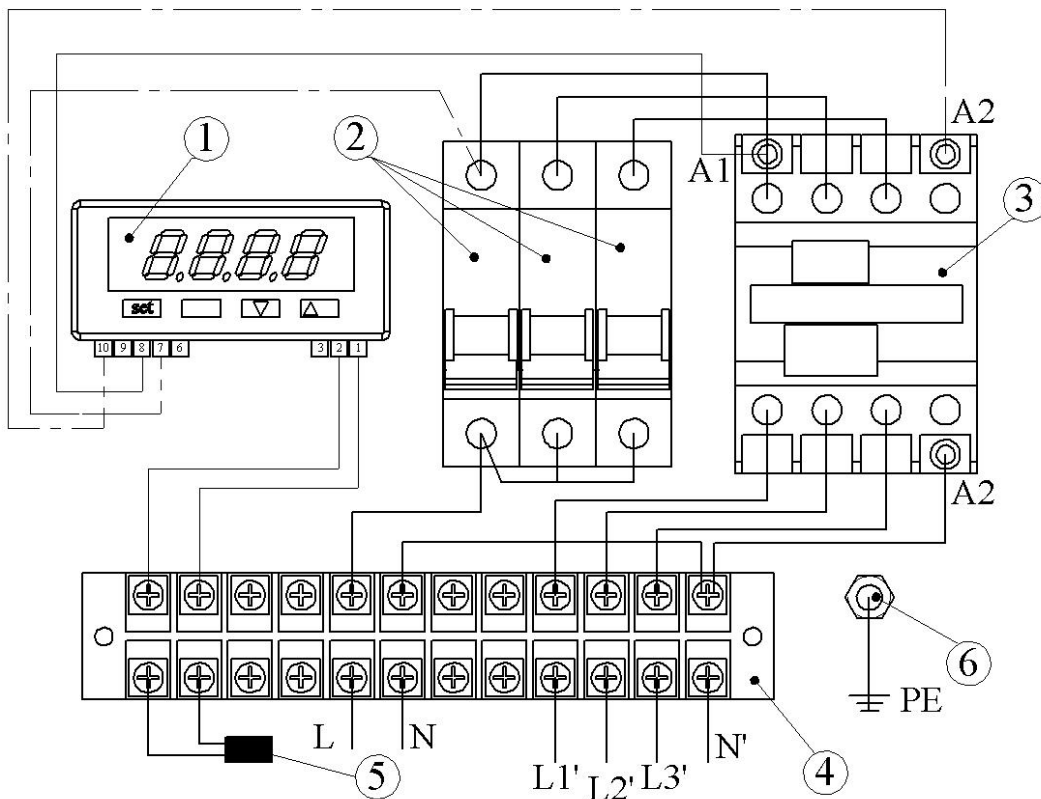

Рис. 2 Схема подключения панели управления ПУЭ-6 к однофазной сети переменного тока
1. Открутить саморезы и снять крышку отсека коммутации (см. рис.2). При снятии крышки отсека коммутации будьте осторожны, так как к цифровому контроллеру подключены провода цепи управления.